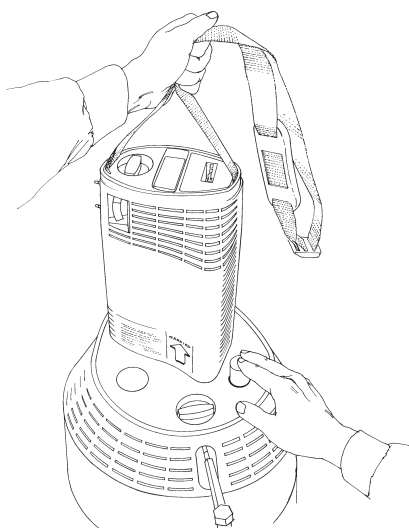

Abbildung 12
8. Nehmen Sie das tragbare Gerät von der Versorgungseinheit ab, indem Sie den Tragegurt oberhalb des Geräts halten und die Freigabetaste drücken (siehe Abb. 12). Halten Sie das tragbare Companion-Gerät während des Abnehmens von der Versorgungseinheit immer mit einer Hand fest. Sollten sich die Geräte nicht leicht voneinander lösen lassen, so sind sie möglicherweise eingefroren. **WENDEN SIE KEINE GEWALT AN.** Warten Sie einfach ein paar Augenblicke, bis sich die gefrorenen Teile erwärmt haben und sich voneinander trennen lassen.